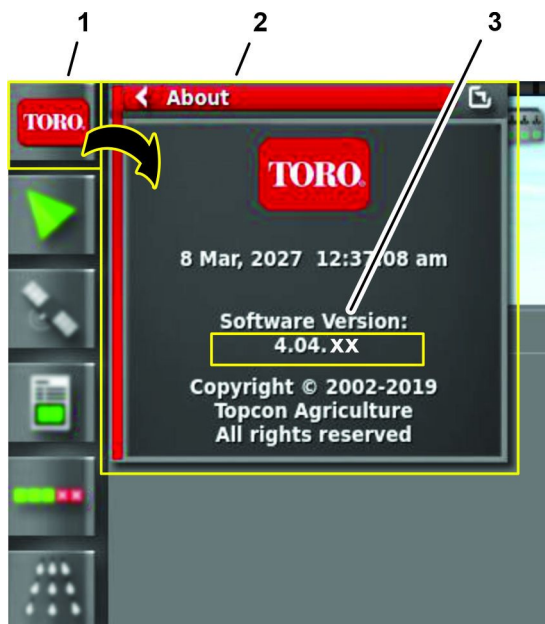

Рисунок 198
2. Нажмите значок ABOUT (О МАШИНЕ) (Toro) в верхнем левом углу управляющей консоли (Рисунок 198).